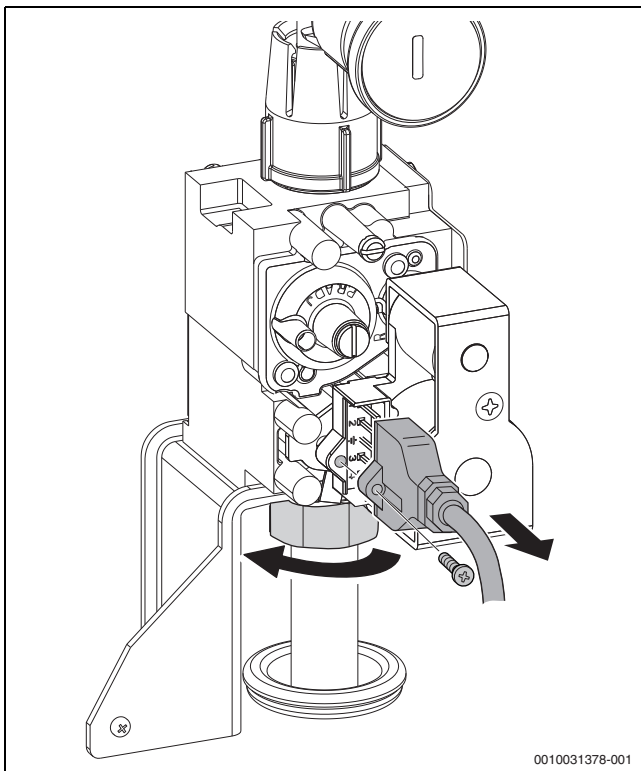

Bild 95 Gasarmatur ausbauen
- ▶ Gasarmatur ausbauen (→ Bild 95, Seite 68).